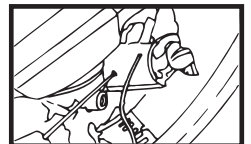

FIG. 34
3. Mettre la clé à la position « RUN », enfoncer la goupille de retenue du barillet de serrure au moyen d'un outil approprié, puis extraire le barillet de serrure de l'enveloppe de la colonne de direction (voir figure 34).